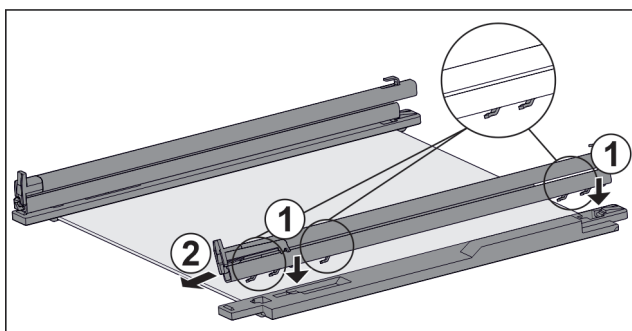

Fig. 115 Placă de sticlă cu șine și piese de fixare
- ▶ Așezați cârligele șinei pe deschiderile piesei de fixare din **stânga**. Fig. 115 (1)
- ▶ Trageți șina în față. Fig. 115 (2)
- ▶ Așezați cârligele șinei pe deschiderile piesei de fixare din **dreapta**. Fig. 115 (1)